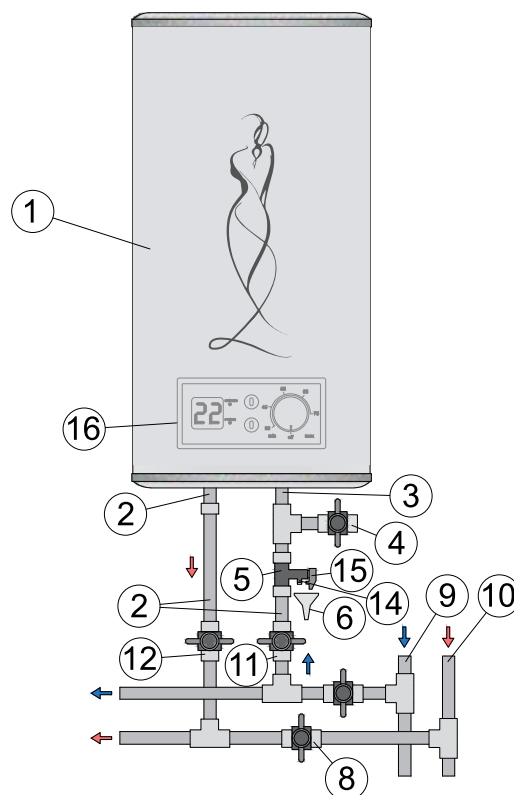

Рисунок 3. Схема подключения ЭВН к водопроводу
Вверните предохранительный клапан (5), который входит в комплект поставки водонагревателя, во входной патрубок водонагревателя, обозначенный синим цветом (см. рис. 3);
После подключения откройте вентиль подачи холодной воды (Рис. 3, п. 11) в ЭВН, кран выхода горячей воды из ЭВН (Рис. 3, п. 12) и кран горячей воды на смесителе, чтобы обеспечить отток воздуха из водонагревателя. При конечном заполнении ЭВН из крана смесителя непрерывной струей потечет холодная вода. Закройте кран горячей воды на смесителе. При подключении ЭВН в местах, не снабженных водопроводом, допускается подавать воду в ЭВН из вспомогательной емкости, размещённой на высоте не менее 5 метров от верхней точки ЭВН, или с использованием насосной станции.
Примечание: для облегчения обслуживания ЭВН в процессе эксплуатации рекомендуется установка сливного вентиля (Рис. 3, п. 4) в соответствии с рис. 2 (для моделей, не оборудованных сливным патрубком (не входит в комплект поставки)).